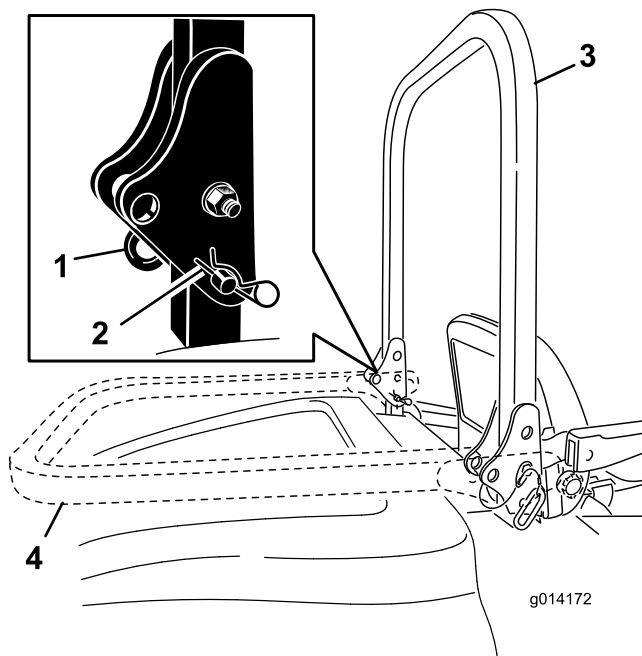

Figura 8
- Para bajar la barra anti-vuelco, retire los pasadores de horquilla, empuje la barra hacia adelante contra los muelles, y retire los dos pasadores (Figura 8).
- Coloque la barra antivuelco en la posición de bajada (Figura 8).
- Instale los dos pasadores y fíjelos con los pasadores de horquilla (Figura 8).
- Para elevar la barra anti-vuelco, retire los pasadores de horquilla y retire los dos pasadores (Figura 8).
5. Eleve la barra anti-vuelco a la posición vertical, instale los dos pasadores y fíjelos con los pasadores de horquilla (Figura 8).